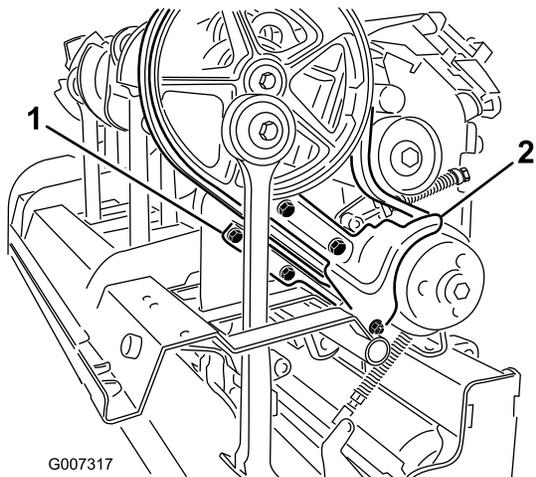

Figure 36
3. Retirez les fixations qui maintiennent le pare-boue et la protection inférieure de la courroie (Figure 36). Déposez le pare-boue et la protection inférieure de la courroie.